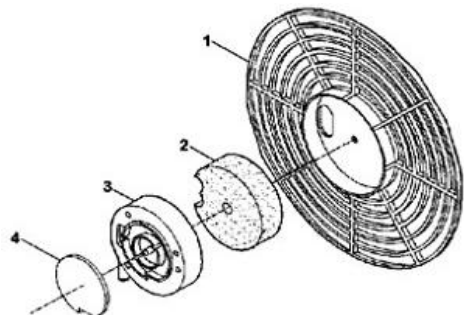

Fig. 8
Hver 500. time: Kontrollere luftfiltrene. Fjern filterdekselet i enden (1), vask luftinntaksfilteret (2) med et mildt vaskemiddel, og tørk det godt før du monterer det på igjen. Fjern skiven (3) og skift ut luftutløpsfilteret (4) (fig. 8).